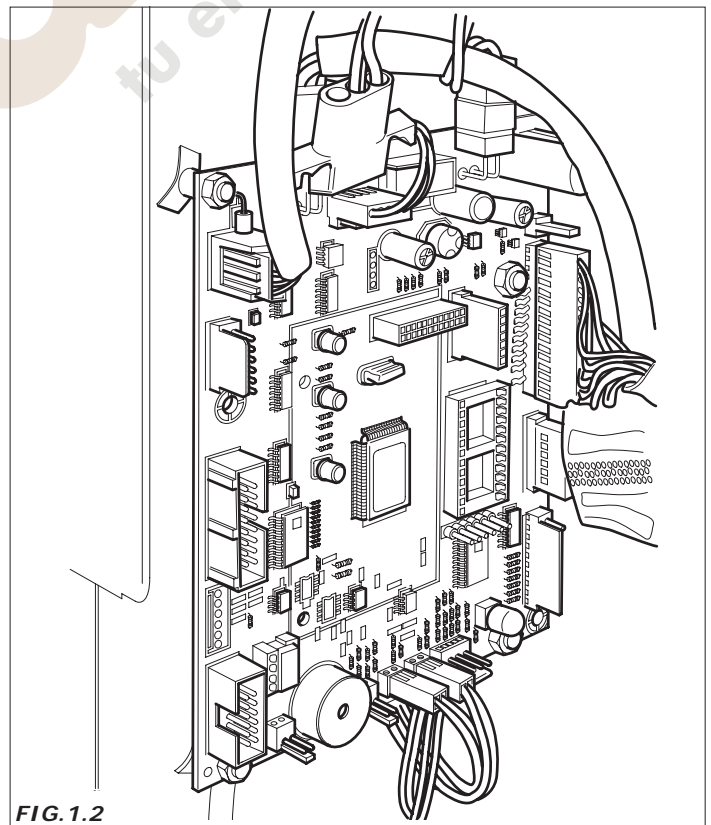

FIG. 1.2
- versión del programa contenido en el microprocesador (etiqueta adhesiva sobre el componente montado en la ficha Master y en la ficha Potencia). (Fig.1.2).